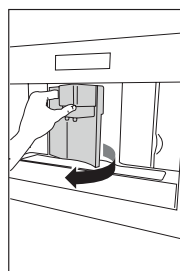
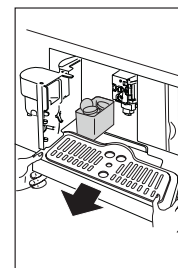
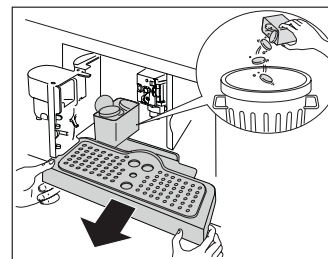

Fig. 23
Fig. 24
Fig. 39
- ▶ Pentru a curăța, deschideți ușița de serviciu din față trăgând de duza de cafea (Fig. 23), scoateți tăvița de scurgere (Fig. 24), goliți-o și curățați-o (Fig. 39).